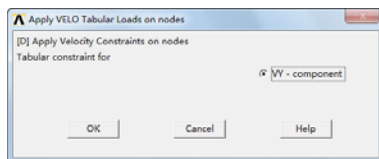

图 9-24 “Apply VELO Tabular Loads on nodes”对话框
⑨单击“OK”按钮，会弹出“Apply VELO Tabular Loads on nodes”对话框，如图 9-24 所示。